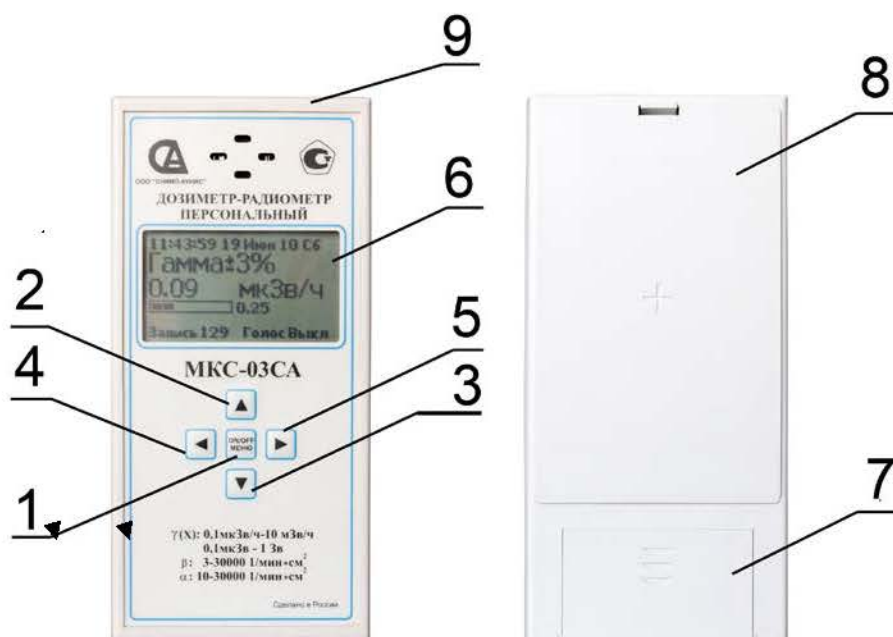

Рис. 1 Общий вид прибора МКС-03СА
1.4.1 Общий вид прибора МКС-03СА представлен на Рис. 1.